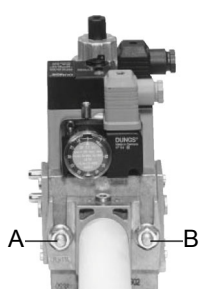
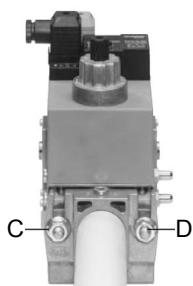
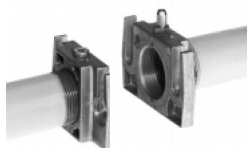

Рис. 2
Рис. 3
Рис. 4
- 2 Поднимите пластину с помощью винтов, как показано на рис. 2
3. Затянуть винты A, B, C и D (Рис. 2 - Рис. 3), соблюдая дистанции монтажа (Рис. 4);
ВНИМАНИЕ: после монтажа газовой ramпы согласно схеме на Рис. 2, необходимо провести тестирование на герметичность газового контура, согласно требований действующих нормативов.